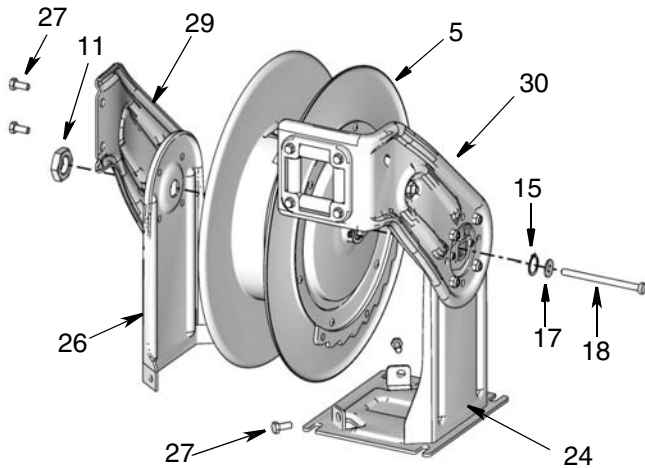
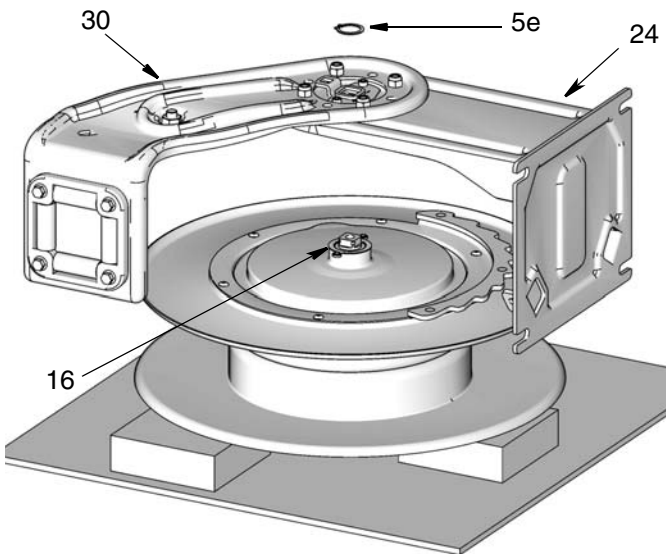

FIG. 16
FIG. 17
5. Déposer le gros écrou (11) (FIG. 16).
6. Déposer les deux vis (27) qui attachent le socle (26) sur la base (24) et les deux vis (27) qui attachent le bras de guidage (29) sur le bras de guidage (30) (FIG. 16).
7. Enlever entièrement l'ensemble bras de guidage et socle (26/29) et mettre cet ensemble de côté pour le remettre sur la nouvelle bobine dévideuse (FIG. 16). Il n'est pas nécessaire de démonter ces pièces.
8. Poser l'enrouleur de tuyau sur son côté pour pouvoir plus facilement accéder au bras de guidage et au socle (24/30). Déposer la longue vis (18) et les rondelles (15/17) (FIG. 16 et FIG. 17).
9. Déposer la bague à ressort (5e) (FIG. 17).
12. Poser la nouvelle bobine (5) sur son côté sur un établi. Veiller à ce que le côté plat de la bobine repose sur la table et que le côté avec le bras à cliquet soit en haut comme montré sur la FIG. 17.
REMARQUE : L'ensemble bras de guidage et socle peut être attaché plus facilement lorsque la bobine est un peu soulevée et horizontale. Pour ce faire, glisser quelques lattes de bois d'une épaisseur de 2,5 mm (1 pouce) sous la bobine comme montré sur la FIG. 17 (page 22) pour mieux pouvoir mettre le bras.
19. Mettre le gros écrou (11) (FIG. 16, page 22). Serrer l'écrou à un couple de 378 à 467 N.m (85 à 105 pi-lbs).
20. Serrer le boulon (18).
21. Faire correspondre le bras de guidage (29) avec le bras de guidage (30) (les aligner). Reposer les vis (27). Serrer les vis à un couple de 89 à 133 N.m (20 à 30 po-lbs).
22. Faire correspondre (aligner) l'ensemble du socle (26) avec la base (24). Mettre les deux vis (27). Serrer les vis à un couple de 89 à 133 N.m (20 à 30 po-lbs).